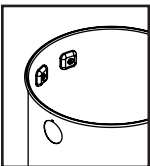

FIGURA 6
5. Coloque el depósito en posición vertical, con la entrada orientada hacia usted. Coloque los conjuntos de soportes dentro del depósito, luego coloque los mismos en los orificios suministrados del lado izquierdo del depósito. Asegúrese de que la parte plástica esté ubicada dentro del depósito. Gire los soportes hasta que la parte posterior de los soportes encaje al ras contra la curva interna del depósito. **FIGURA 6.**